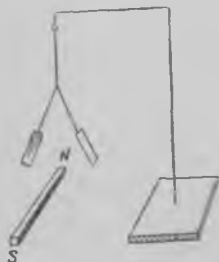

Рис. 95.
4. Минтэх риннакай риппуйт рауда пластинкат эротах, если нийен луо эйстиэ магнитта (рис. 95)?